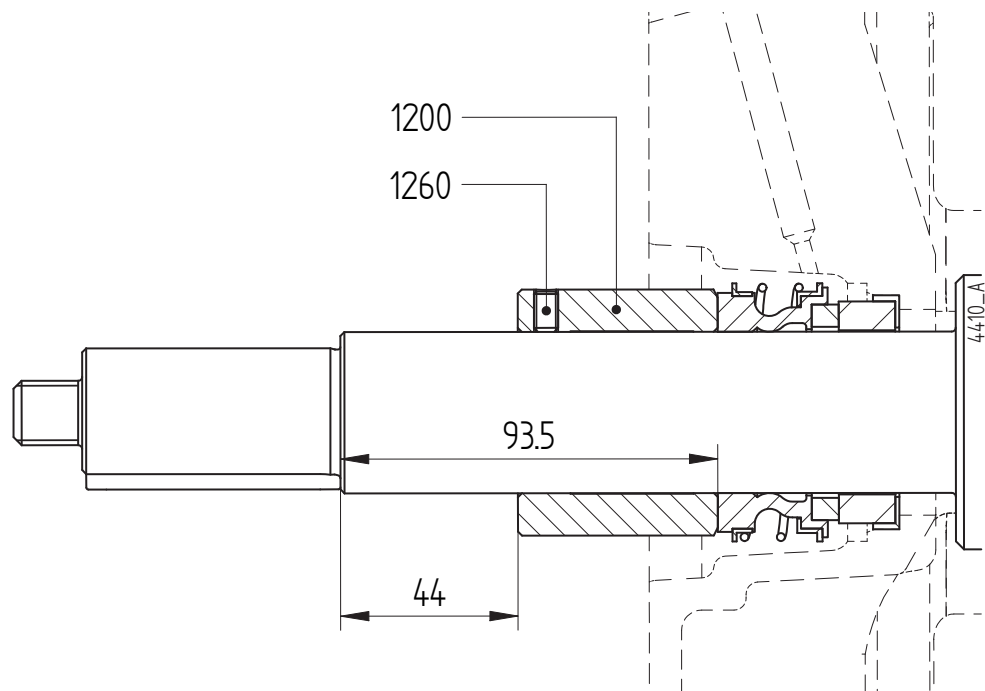

Figure 8: Ajustage de la garniture mécanique M1 des pompes de taille 200-160.
- 2 Posez le chemise d'arbre (1200) et réglez la distance jusqu'au collet de l'arbre sur 44 mm. Voir figure 8 de paragraphe 7.6.3 "Montage d'une garniture mécanique M1". Serrez les vis de réglage (1260).
- 2 Pompes de taille 200-160 uniquement : Desserrez les vis de réglage (1260). Voir figure 8.
- 7 Pompes de taille 200-160 uniquement : ajuster la distance entre la douille entretoise et le collet de l'arbre sur **44 mm**. Attachez la douille entretoise à l'aide de vis de réglage (1260). Voir figure 8.